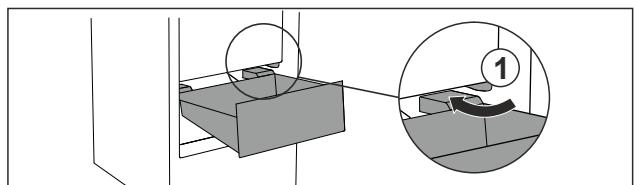

Fig. 72
- Ghidati sertarul oblic în jurul opritorului Fig. 72 (1).